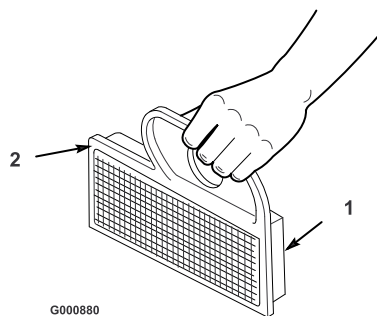

Figure 29
- A. Tapotez doucement l'élément sur une surface plane pour faire tomber la poussière et la saleté (Figure 29).